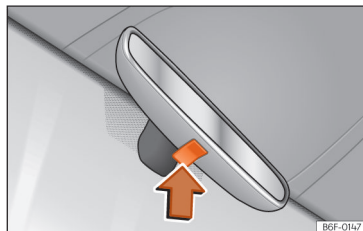

Fig. 111 Retrovisor antideslumbrante manual.
- Para oscurecer el retrovisor pulse la tecla del espejo hacia arriba ►►► **fig. 111** (flecha).